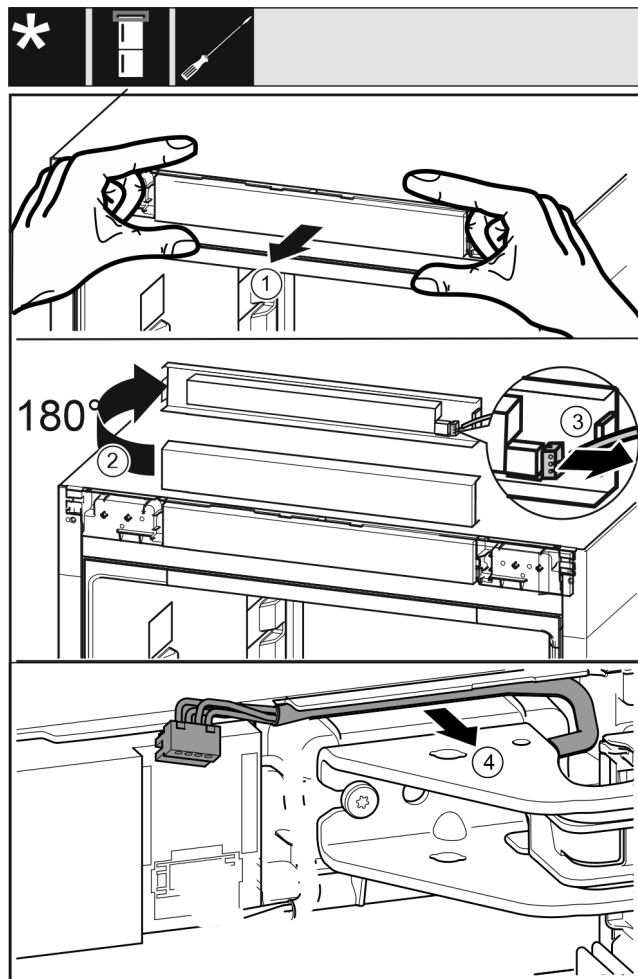

Fig. 19
- ▶ Rimuovere con cautela in avanti il pannello di comando. Fig. 19 (1)
- ▶ Ruotare verso l'alto di 180° il pannello di comando. Fig. 19 (2)
- ▶ Spingere all'indietro il nasello di arresto ed estrarre con cautela il connettore. Fig. 19 (3)
- ▶ Staccare con cautela dalla guida il cavo sopra il blocco di supporto. Fig. 19 (4)